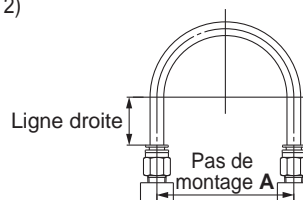

Fig. 1 Raccordement recommandé
1. Lors du raccordement au raccord instantané, utilisez une longueur de tuyau avec marge suffisante, conformément aux conditions de raccordement indiquées sur la fig. 1.